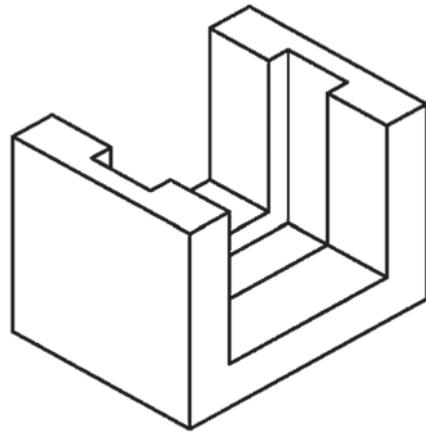

Рис.1
- В канале необходимо сделать паз под щитовой затвор, как показано на рис.1.